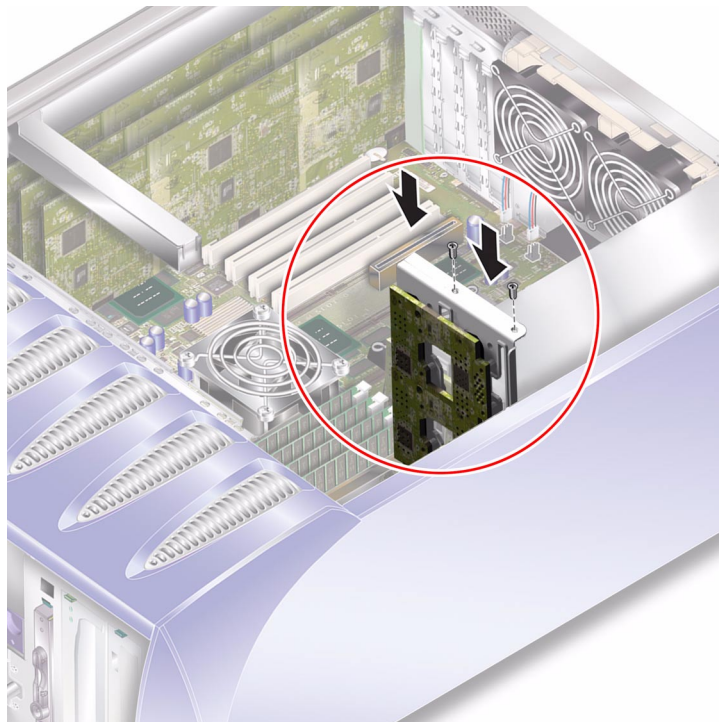

РИС. 1-14 Установка распределительной платы на место
1. Используя в качестве направляющих два установочных штифта, расположенных в нижней части распределительной платы, установите плату в сервере надлежащим образом. См. РИС. 1-14.